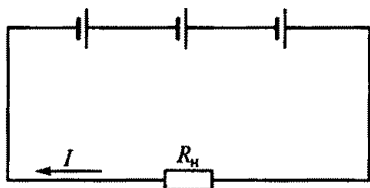

Рис. 8
1.15. Какой будет ток I в цепи батареи, образованной последовательным соединением трех одинаковых гальванических элементов (рис. 8) и питающей нагрузки $R_n = 9$ Ом, если ЭДС каждого гальванического элемента $E = 1,5$ В, а внутреннее сопротивление $R_0 = 3$ Ом?